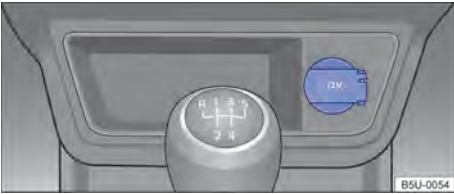

Fig. 106 No console central dianteiro: tomada 12 V.
- No console central dianteiro ⇒ Fig. 106.